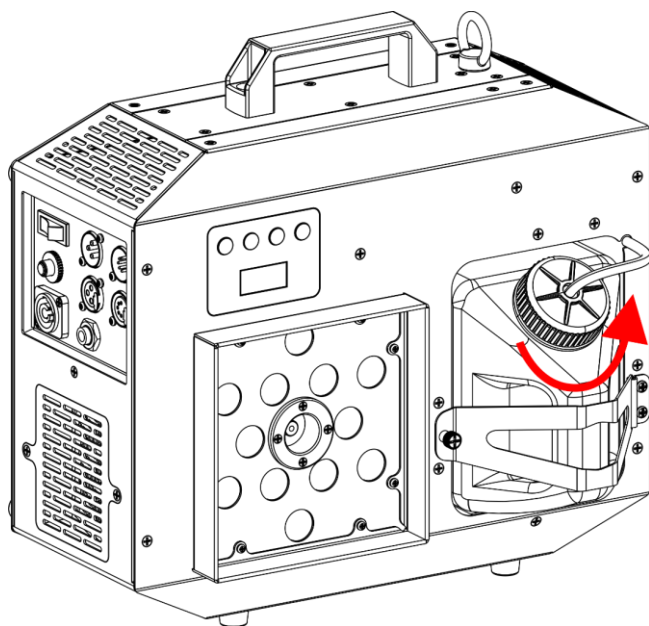

Fig. 06
- 01) Zet het apparaat in verticale positie en schroef het deksel van de vloeistoftank los, zoals getoond in Fig. 06.